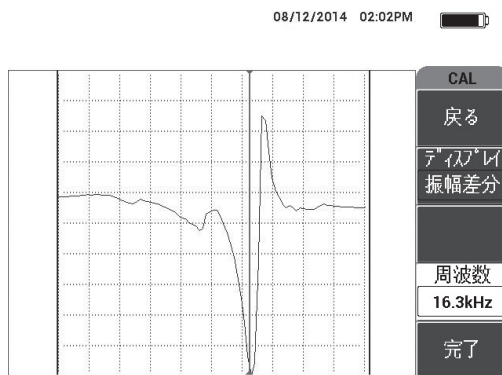

図 6-65 最適な使用周波数の選択
6. 必要に応じて、ノブを使用して**周波数** (D キー) を調整して、最適な使用周波数を選択します (181 ページの図 6-65 参照)。